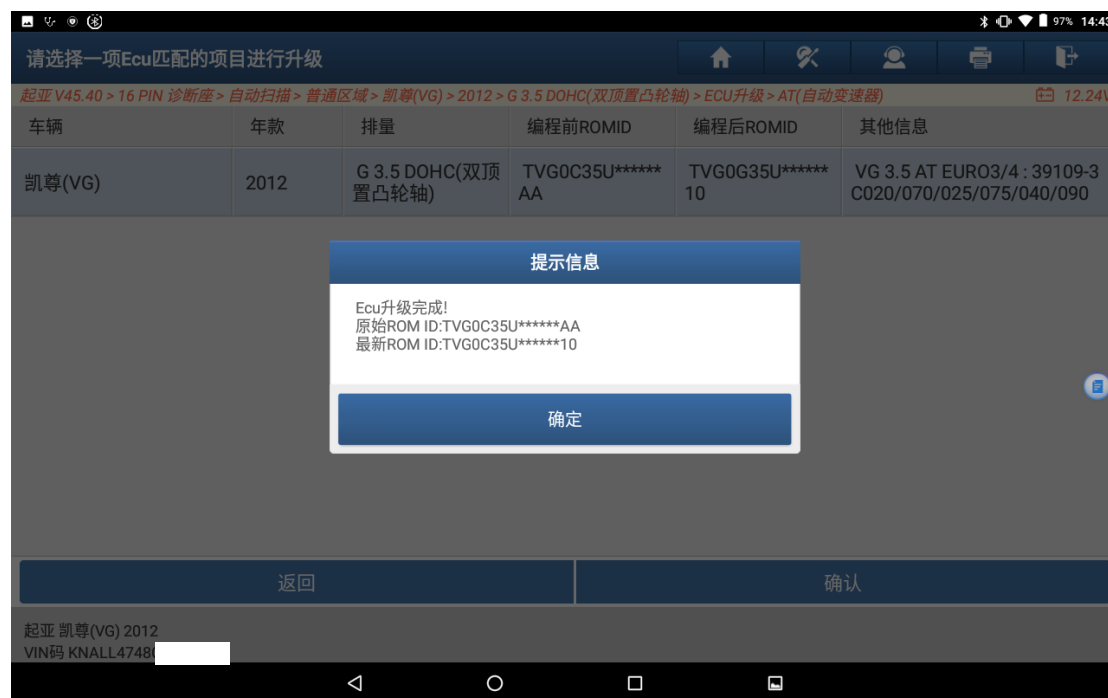

图 15
15. 按照提示执行操作完成后，点击“确定”，出现编程前后 ROMID，如图 15；